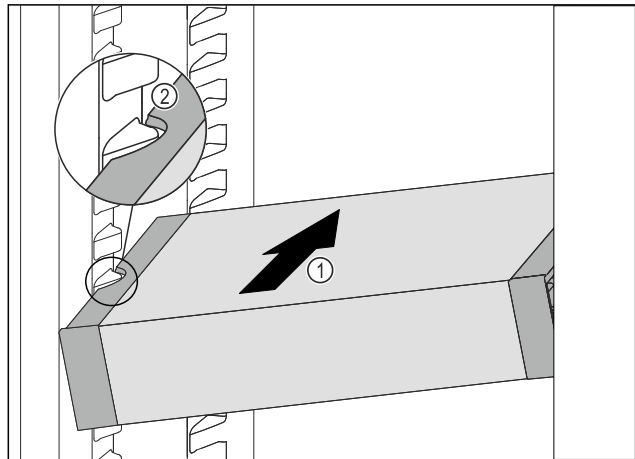

Fig. 79
- ▶ VarioSafe schräg in das Kühlteil einschieben Fig. 79 (1), bis sich die seitlichen Aussparungen Fig. 79 (2) des VarioSafes auf Höhe der Behälterrippe im Kühlteil befinden.